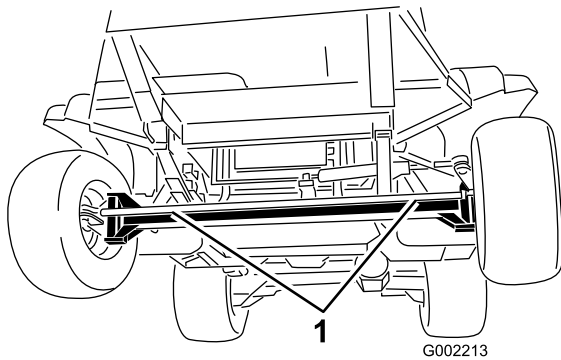
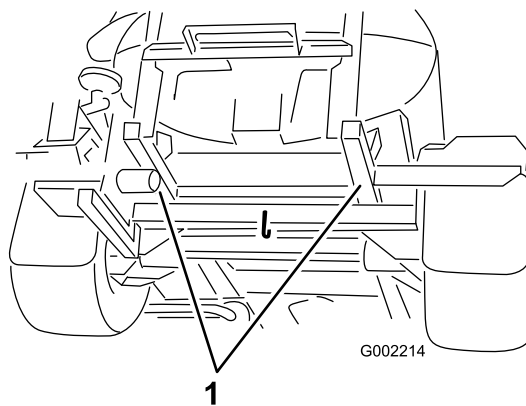

Рисунок 28
Рисунок 29
2. Прикрепите буксирный трос к раме. См. расположения передних и задних точек крепления для буксировки на Рисунок 28 и Рисунок 29.